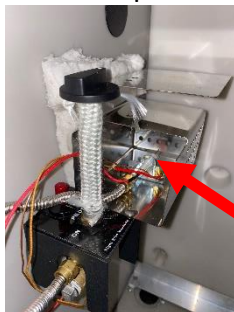

Figure 3
- Le pilote est visible à l'arrière du brûleur, du côté de la valve (voir figure 3).